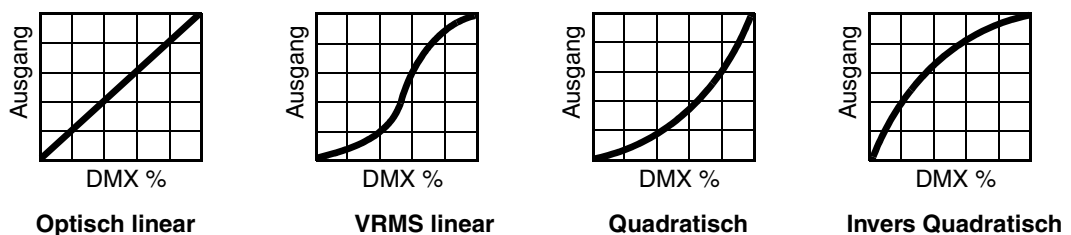

Bild 11: Dimmerkurven
- **DIMMING CURVE** stellt vier Dimmerkurven zur Verfügung (siehe Bild 11):